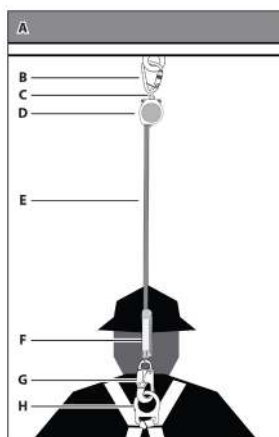

Figura 4 - Fijación de FT-X de una pata al anclaje
Paso 3: Conecte el conector del extremo de la pata del SRL al anillo en D dorsal en el arnés de cuerpo completo. Consulte la figura 4.